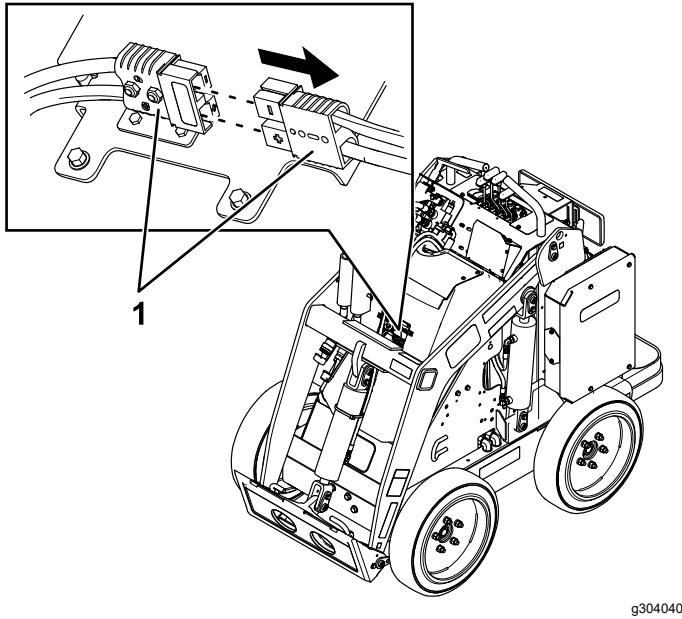

Figura 29
Prima di eseguire interventi di assistenza tecnica sulla macchina, scollegatela dall'alimentazione separando i connettori dell'alimentazione principale (**Figura 29**).
5. Separate i 2 connettori di alimentazione (Figura 29).